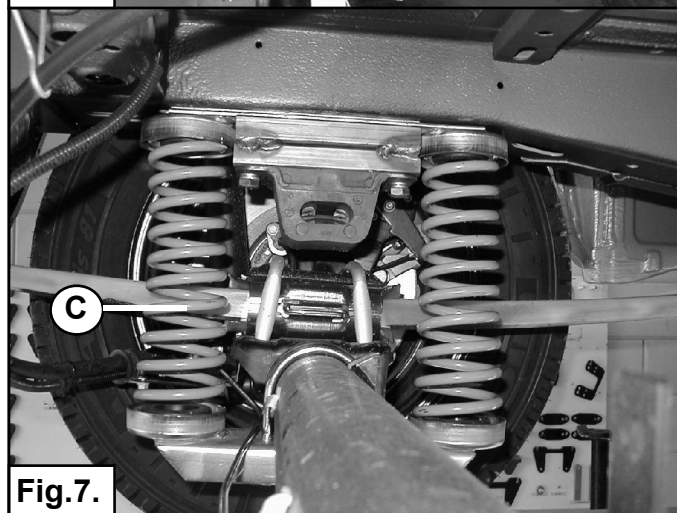

Fig.7.
9. Verwijder de potkrik en plaats de auto weer op zijn wielen. Zie fig.7.
9. Remove the jack and put the car back on it's wheels. See fig. 7.
9. Entfernen Sie den Wagenheber und lassen das Fahrzeug he-runter. Siehe fig. 7